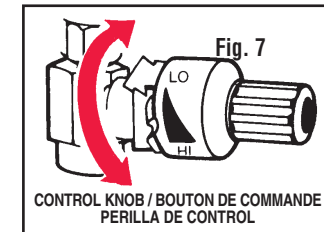

Fig. 7
- Position CONTROL KNOB between HIGH and LOW as desired. (Fig. 7)
- Réglez le BOUTON DE COMMANDE entre HI et LO selon le besoin. (Fig. 7)
- Ponga la PERILLA DE CONTROL en cualquier posición entre ALTO y BAJO según lo desee. (Fig. 7)